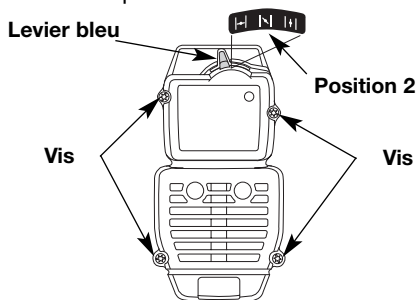

Fig. 21
REMARQUE: pour enlever le couvercle du filtre à air/silencieux, le levier bleu doit être en Position 2 (Fig. 21).
2. Retirez les quatre (4) vis retenant le couvercle du filtre à air/silencieux (Fig. 21). Servez-vous d'un tournevis à mèche no. 20 Torx.
(Fig. 21) et vissez sans trop serrer.